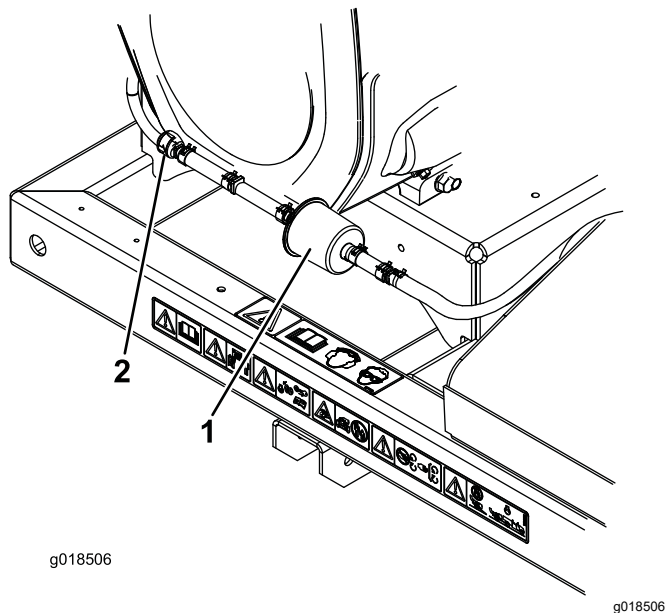

Figura 19
2. Spostate le fascette stringitubo del tipo a molla su entrambi i lati del filtro della linea di spurgo del canister a carboni attivi lontano dal filtro (Figura 19).
3. Togliete il filtro a carboni attivi e gettate (Figura 19)
4. Montate un nuovo filtro nel flessibile con la freccia del filtro rivolta verso la valvola di ritenuta e fissatelo con le fascette stringitubo (Figura 19).